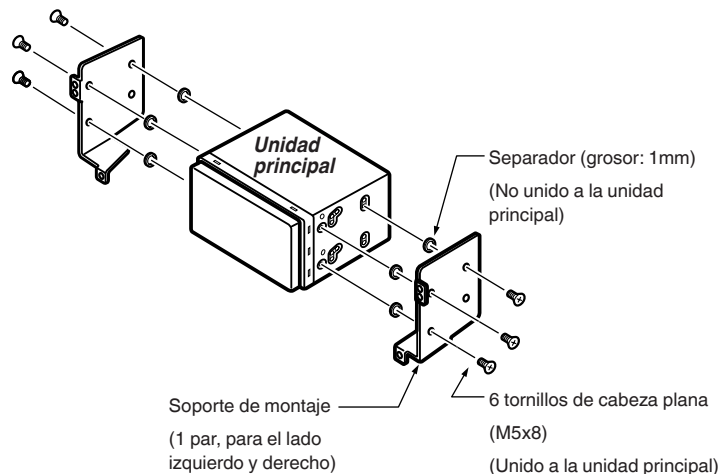

Figura 5
1. Cuando instale la unidad principal en vehículos NISSAN, use las piezas unidas a la unidad y siga las instrucciones de la Figura 5.